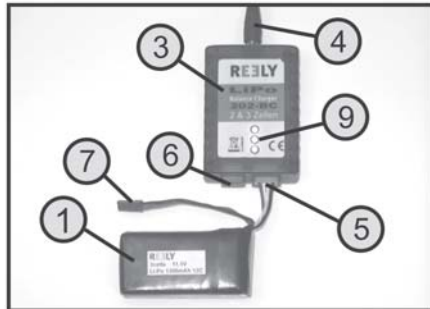

Figure 4
Lorsque vous rechargez une batterie à 2 cellules sur la prise de charge de gauche (voir fig. 4, pos. 6), seules la DEL de contrôle de charge du milieu et du haut passent au rouge durant la procédure de charge. La DEL du bas reste allumée en vert.
Après avoir branché le bloc d'alimentation (voir fig. 4, pos. 2) sur une prise de courant, le voyant vert de la tension de service s'allume sur le bloc d'alimentation (voir fig. 4, pos. 8) et vous signale ainsi l'alimentation électrique correcte.
Les trois DEL de contrôle de charge (voir fig. 4, pos. 9) du chargeur LiPo passent au rouge et signalent que la procédure de charge des trois cellules de la batterie est en cours. Une fois la batterie rechargée, toutes les trois DEL de contrôle de charge arrêtent de clignoter et passent au vert.
Le bloc d'alimentation fourni avec le modèle réduit est exclusivement réservé au raccordement du chargeur LiPo (voir fig. 4). Il ne doit pas être utilisé pour recharger les batteries de l'émetteur. La haute tension peut détériorer les batteries, l'émetteur ou même le chargeur. Dans un tel cas, il existe un risque élevé d'incendie et d'explosion !